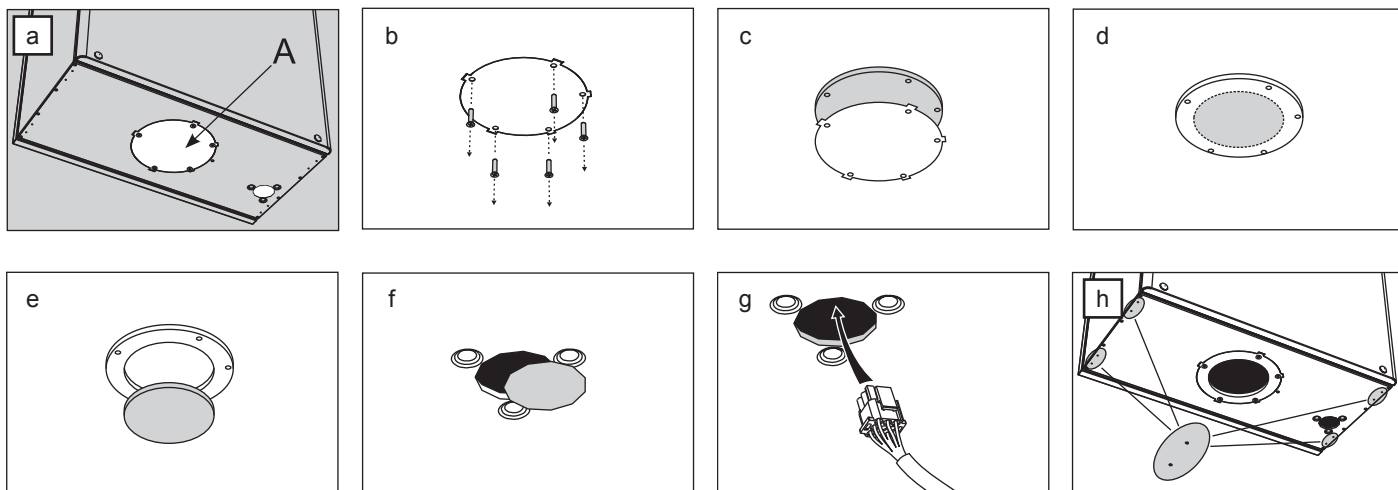
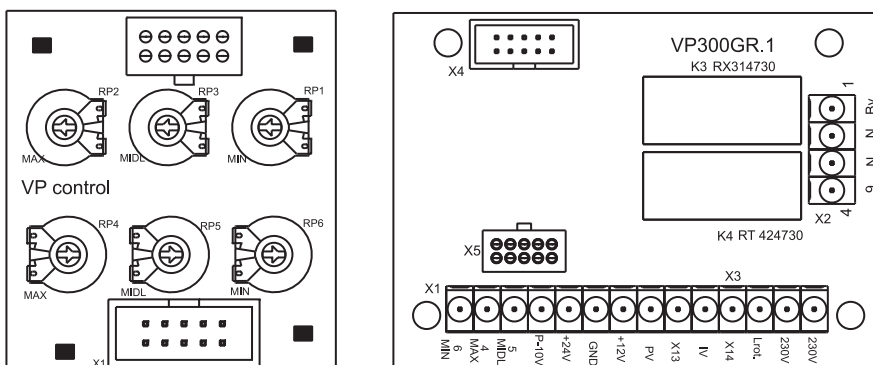

Рис. 3
Рис. 7
Перед установкой зонта необходимо снять защитную крышку (см. рис. 3 а - с). Вырезать отверстие по разметке на изоляционном материале (см. рис. 3 d - e). Осторожно снимите крышку, для того чтобы подключить зонт к плате управления (см. рис. 3 f - g). При монтаже зонта непосредственно к корпусу вентилятора в корпусе вентилятора изготовлены отверстия для саморезов (см. рис. 3 h).
После подключения кухонного зонта (см. рис. 3) температура приточного воздуха автоматически устанавливается +18°C. Управление вентиляторами и зонтом переключается с пульта на встроенную автоматику зонта. Количество оборотов двигателей устанавливаются вручную при помощи потенциометра (см. рис. 7).
- 1) отсоедините плату VP control от VP300GR (см. рис. 7);